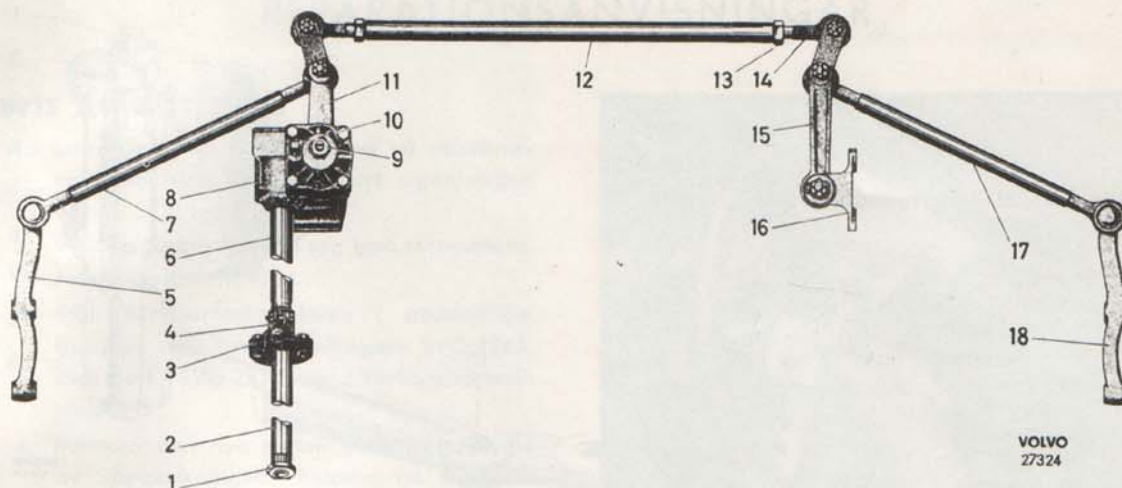

Bild 22. Styrinrättning (sen. utf.) P 120.
Rattens rörelse överföres till hjulen via rattaxeln (2, bild 22), styrsnäcken (8), pitmanarmen (11), parallellstaget (12), mellanarmen (15) samt styrstagen (7 och 17) och styrarmarna (5 och 18).
Mellanarmen är i tidigare utförande (bild 24 och 25) lagrad i nållager och i senare utförande (bild 26) i bussningar. Rattaxeln är delad i två delar (2 och 6, bild 22) förenade med en koppling (3). Övre rattaxeln är lagrad i ratttröret. Stagens kulleder är plastfodrade vilket gör underhållsmörjning obehövlig.